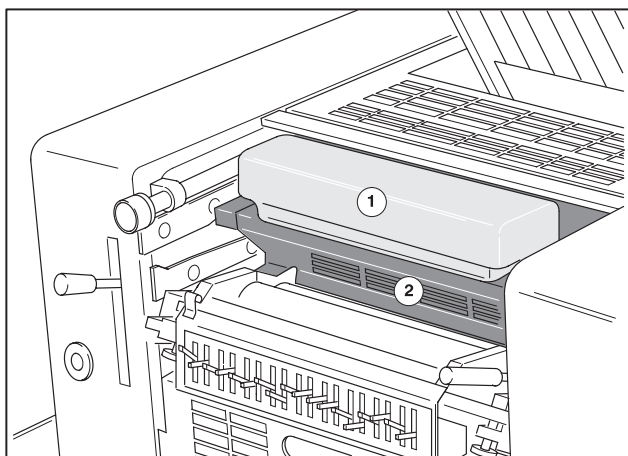
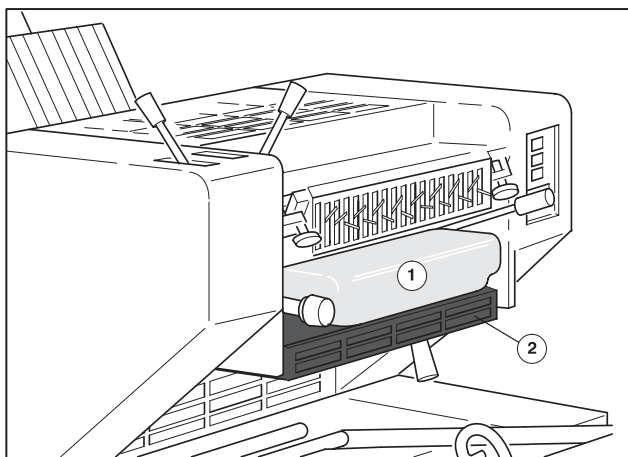

Рис. 4 Емкость для увлажняющего раствора - ПС 1
Рис. 5 Емкость для увлажняющего раствора - ПС 2
- ❶ Снять емкость для увлажняющего раствора (ПС 1 - Рис.4/❶, ПС 2 - Рис. 5/❶).
- ❷ Отвинтить вентиль на емкости для увлажняющего устройства.
- ❸ Заполнить емкость для увлажняющего раствора; воду и добавки можно перемешать в соответствии со шкалой на емкости для увлажняющего раствора.
- ❹ Проверить прокладку вентилья, при необходимости заменить.
- ❺ Вентиль снова жестко закрепить на емкости для увлажняющего раствора
- ❻ Емкость для увлажняющего раствора с вентилем вставить в отверстие защитного ограждения увлажняющего аппарата (ПС 1 Рис. 4/❷, ПС 2 Рис. 5/❷).